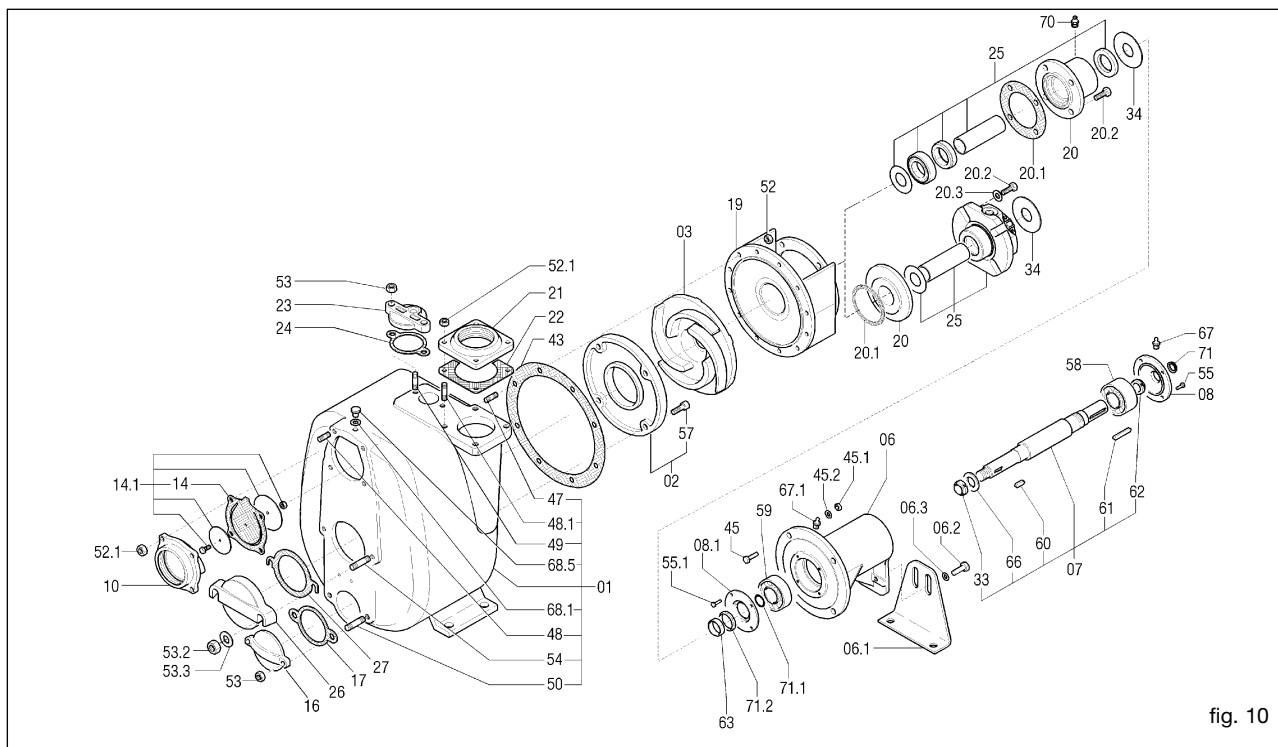

fig. 10
La tubazione di aspirazione deve avere un diametro uguale a quello della bocca di aspirazione della pompa (per diametri superiori consultare la Varisco). Evitare, se possibile, curve, gomiti o strozzature che possano limitare l'afflusso di liquido alla pompa. Non montare la valvola di fondo: la pompa è provvista di valvola di non ritorno (14) (fig. 10) incorporata.
A titolo esemplificativo si riporta un disegno di esploso (fig. 10).
13.2 Sostituzione della girante (fig. 10)
- Svitare i dadi (52) e rimuovere il corpo pompa, cercando di non danneggiare la guarnizione (43).
- Bloccare la girante (03) e svitare il dado autobloccante (33).
- Sostituire eventualmente la guarnizione (43).
13.3 Sostituzione del piatto d'usura (fig. 10)
- Svitare i dadi (52) e rimuovere il corpo pompa cercando di non danneggiare la guarnizione (43);
- Svitare le viti a testa con esagono incassato (57)
- Rimuovere e sostituire il piatto d'usura (02)
- Sostituire eventualmente la guarnizione (43)
13.4 Sostituzione della valvola (fig. 10)
- Svitare i dadi (52) (fig. 10) e rimuovere il corpo pompa, cercando di non danneggiare la guarnizione (43).
- Bloccare la girante (03) e togliere il dado autobloccante (33).
Per ottenere ciò le quote A e B di fig. 17, 18, 20, 21 devono risultare il più possibile uguali. A tale scopo si usano gli anelli di compensazione (25.2) (fig. 11) forniti con la tenuta di ricambio. Tali anelli servono a spostare in avanti la girante nel caso venga a trovarsi troppo distante dal piatto di usura frontale o troppo vicina a quello posteriore (quando previsto). Gli anelli di compensazione vanno montati tra l'anello sostieni tenuta (25.1) (fig. 11) e la girante. Ulteriori aggiustamenti possono essere fatti con le guarnizioni corpo e piatto posteriore. L'interposizione della guarnizione (43) (fig. 10) di spessore 0,5 mm determina la distanza richiesta (fig. 19).
13.8 Manutenzione dei cuscinetti (fig. 10)